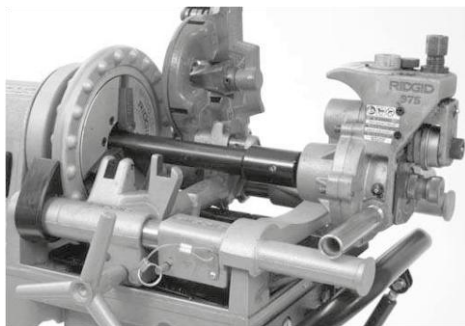

Figura 6 – Ranhuradora de tubos combinado 975 instalado adequadamente na rosqueadeira RIDGID Modelo 300 compacta
1. Posicione o pedal de forma que o operador possa controlar o acionamento elétrico/rosqueadeira, a ranhuradora de tubos e o tubo a ser ranhurado. Conforme mostrado na Figura 6, a posição deve permitir que o operador: